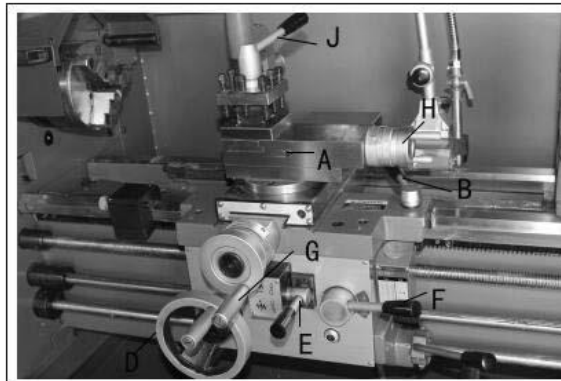

Рисунок 15
**Блокировка резцовых салазок (А, рис.15)** - шестигранный винт, расположенный на левой стороне резцовых салазок. Поверните по часовой стрелке, чтобы заблокировать суппорт и против часовой стрелки, чтобы разблокировать.
**Блокировка каретки (В, рис.15)** - рукоятка блокировки, расположенная на верхней части каретки. Поверните по часовой стрелке, чтобы заблокировать каретку. Поверните против часовой стрелки, чтобы разблокировать.
**Маховик продольной подачи (D, рис.15)** - расположен на фартуке. Поверните маховик по часовой стрелке, чтобы передвинуть блок фартука к задней бабке. Поверните колесо против часовой стрелки, чтобы перевести блок фартука в направлении передней бабки.
**Выбор подачи (E, рис.15)** - расположен в центре передней части фартука. Нажатие рычага влево и вниз активирует функцию поперечной подачи. Нажатие рычаг вправо и вверх активирует функцию продольной подачи.
**Рукоятка включения маточной гайки (нарезка резьба) (F, рис.15)** - расположена на передней части фартука. Поверните рычаг вниз для включения. Поверните рычаг вверх для отключения.
**Маховик поперечной подачи (G, рис.15)** - расположен над узлом фартука. Вращайте по часовой стрелке или против часовой стрелки для перемещения или установки в заданном положении.
**Маховик поперечного движения резцовых салазок (H, рис. 15)** - расположен на конце резцовых салазок. Поворачивайте по часовой стрелке или против часовой стрелки для перемещения или установки в заданном положении.
**Рукоятка зажима резцедержателя (J, рис. 15)** - расположена на верхней части резцедержателя. Поверните против часовой стрелки, чтобы ослабить и по часовой стрелке, чтобы затянуть.